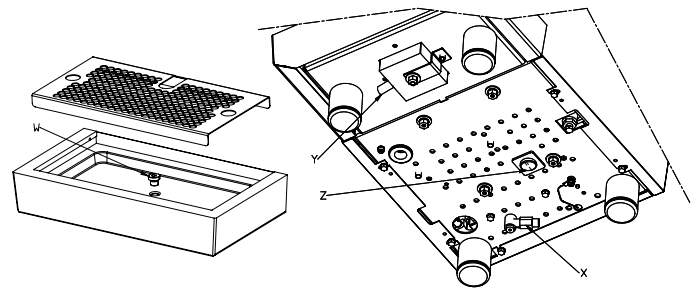

Fig. 2
Togliendo il tappo (W) dalla bacinella e collegando il tubo in silicone (25) alla vaschetta (Y) è possibile scaricare l'acqua direttamente in condotta di scarico. (vedi FIG.2)